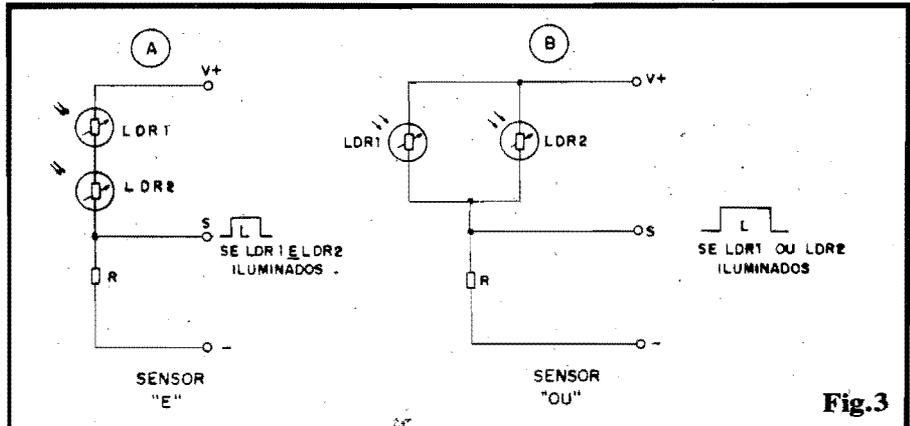

Fig.3
- FIG. 3 - SENSOREAMENTO "LÓGICO", COM MAIS DE UM